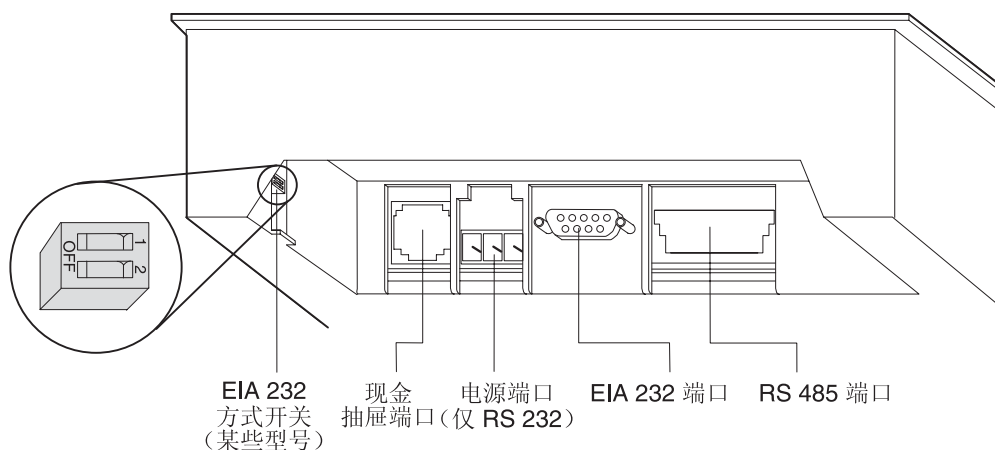

图 4. 热敏式 / 击打式 SureMark 打印机的电缆接头和 EIA-232 设置开关。(打印机的背面底部视图。)
- a. 在靠近背面的电缆接头处检查 EIA-232 方式开关设置。(请参阅图 4。)有关开关设置的信息, 请参阅第 24 页的『EIA-232 通信方式选择』。
1. 关闭系统电源并断开 EIA-232 电源（如已连接）。请参阅第 14 页的图 4。
仅当打印机通过 EIA-232 电缆连至该系统时，此节所描述的有关开关设置才适用。无须取下打印机盖板便可对开关进行设置。（关于如何设置开关，请参阅第 14 页的图 4。）